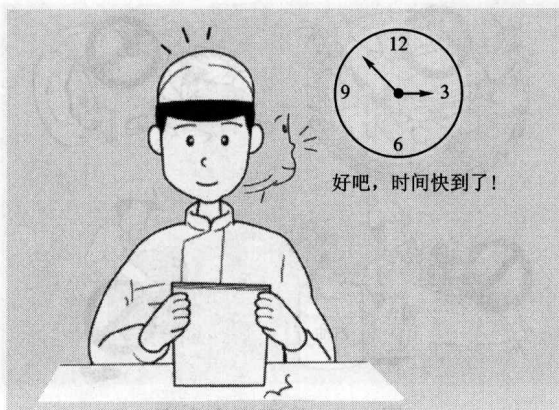

图 1-7 按时完成任务
(1) 使用正确的 SST(专用维修工具)和测试仪。
(2) 根据维修手册、电子线路图和诊断手册进行工作,避免主观猜测。
(3) 了解最新技术信息,例如技术服务简报上的内容。
(4) 如果有不清楚的事情,可询问服务顾问或者管理人员、领班。
(5) 如果发现车辆还有不包括在维修条款内的其他地方需要维修,需向服务顾问或者管理人员、领班汇报。
(6) 尽可能运用所学技能。
7. 按时完成任务(图 1-7)